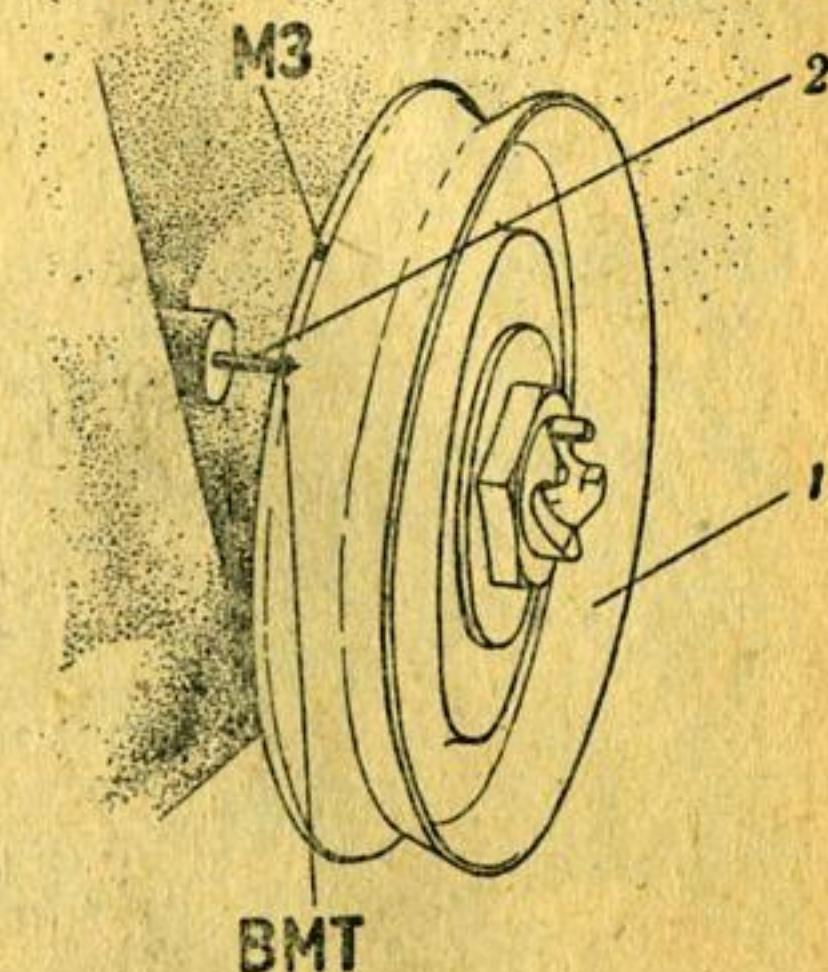

Рис. 29. Установочные метки на ободе приводного шкива вентилятора:
2. Ставят поршень первого цилиндра (считая от радиатора) в верхнюю мертвую точку (в. м. т.) такта сжатия (оба клапана закрыты), повернув пусковой рукояткой коленчатый вал двигателя так, чтобы метка в. м. т. (рис. 29) (вторая при отсчете по направлению вращения коленчатого вала, выполненная на шкиве 1 в форме выдавки) совместилась с острием штифта 2, закрепленного на нижней крышке картера цепного привода газораспределения.